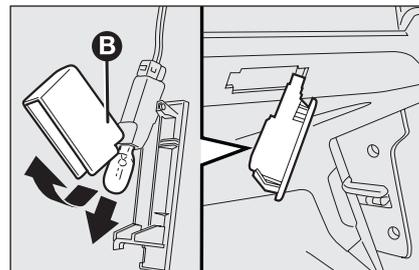

fig. 43
- abra la protección **B-fig. 43** y sustituya la lámpara introducida a presión;